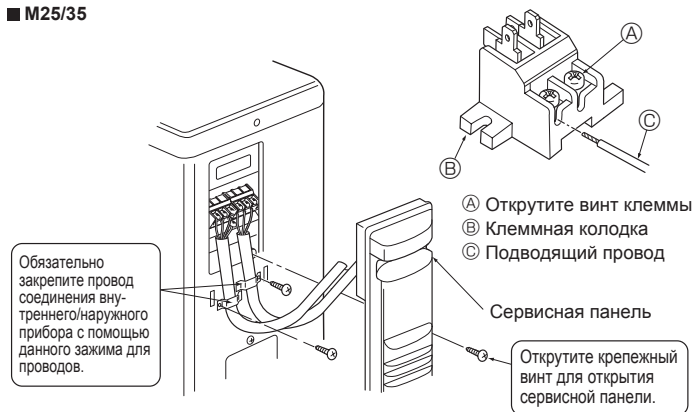
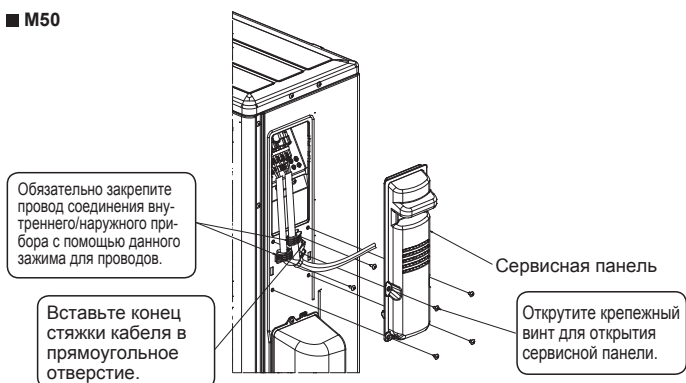

Fig. 6-3
Fig. 6-4
6.1. Наружный прибор (Fig. 6-1, Fig. 6-2, Fig. 6-3, Fig. 6-4)
- ① Снимите сервисную панель.
- ② Проложите кабели в соответствии с Fig. 6-1, Fig. 6-2, Fig. 6-3 и Fig. 6-4.